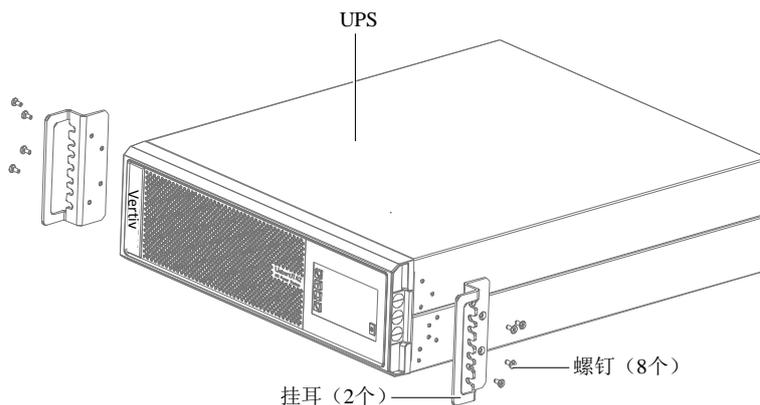

图2-10 安装挂耳
1. 使用 M4×10 螺钉 (8 个) 将 2 个挂耳 (附件) 分别固定在 UPS 的前面板两侧, 如图 2-10 所示。